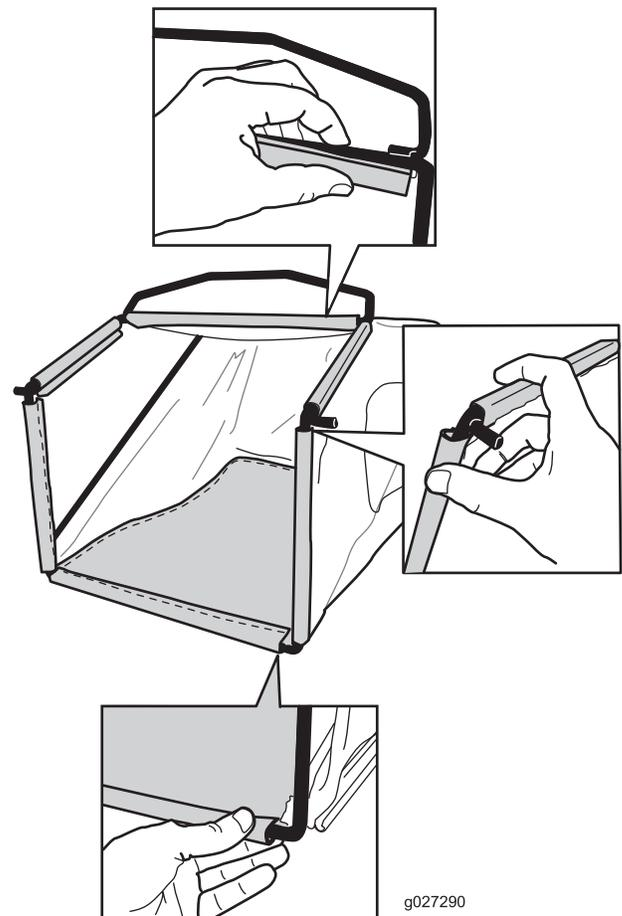

Figura 9
3. Enganche los canales superiores y laterales de la bolsa en la parte superior y en los laterales del bastidor, respectivamente (Figura 9).